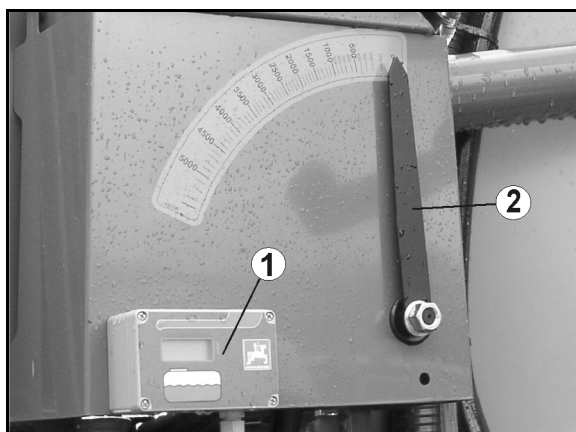

Fig. 52
- elektronisch (Fig. 52/1)(Option)
- mechanisch (Fig. 52/2)